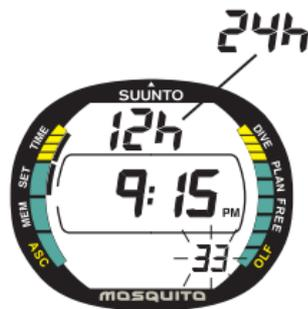

Fig. 4.3 El Modo Ajuste de la hora está activado y los segundos parpadean. Página I.
- 2/ Espere 2 segundos y el Modo Ajuste de la hora se activa automáticamente. Aparece el indicador de modo y los segundos parpadean (Fig. 4.3).